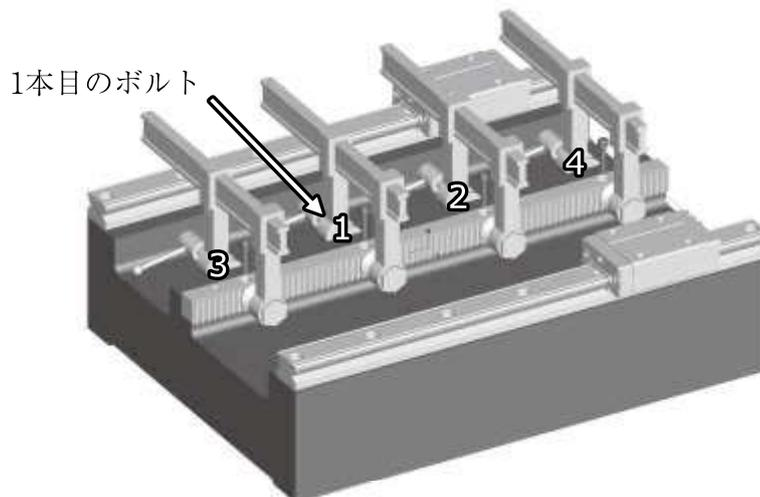

図 6
- 3.4 治具の位置を調整し、ラックと機械ベースの支え面を完全に接触させてください。表 4 に示す締付トルク値にて図 6 の手順に従い、ラック中央から両側に向かってボルトを締めてください。